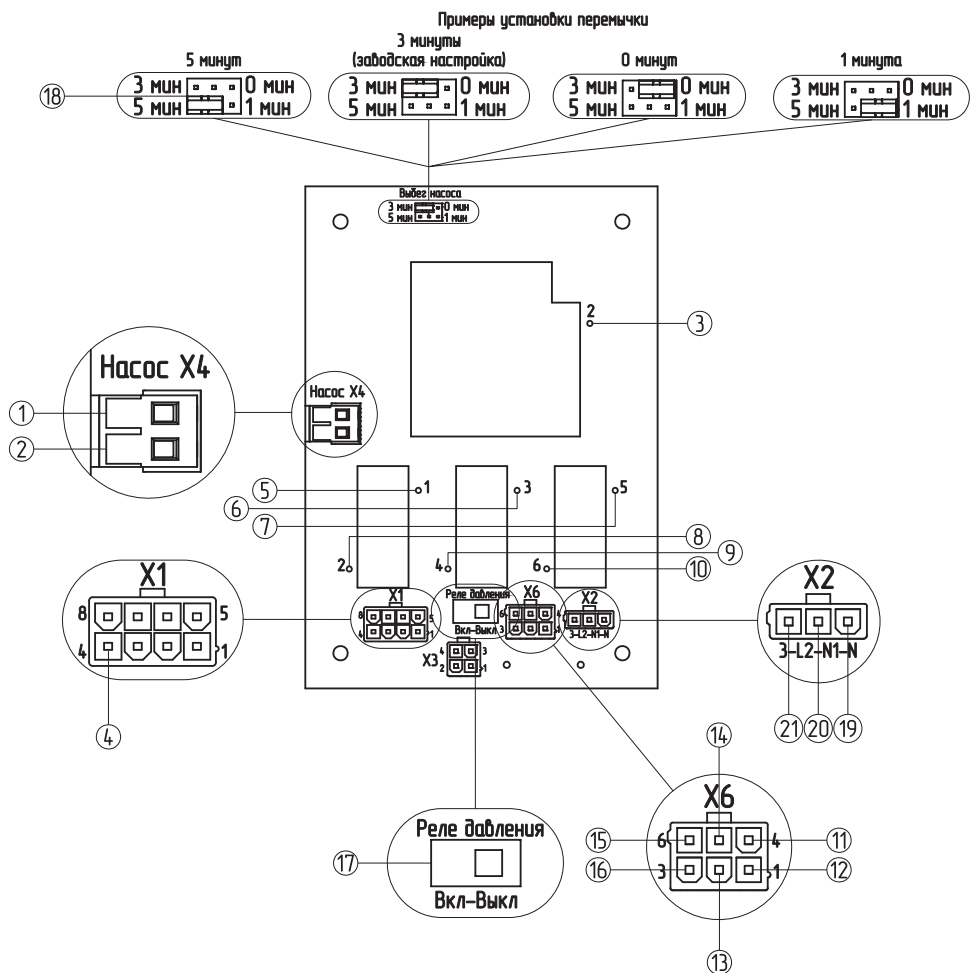

Рис. 9 Коммутационная плата
Реле давления можно отключить с помощью переключателя датчика давления (**Рис. 9, поз.17**), это может понадобиться в случае, если у пользователя открытая система отопления.
Датчик подключается к колодке подключения датчиков (**Рис. 9, поз.13 и поз.14**) и может быть заменен в случае выхода из строя.
- Реле давления, отключается ниже 0,7 бар, включается выше 1 бар (можно отключить на коммутационной плате (**Рис. 9, поз.17**));